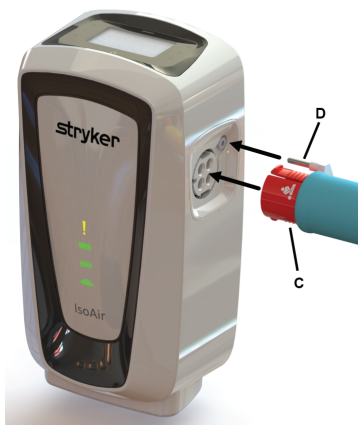

Figure 17 – Connecter le connecteur RCP et le câble AST
1. Connecter le connecteur RCP à la pompe (C) (Figure 17).
2. Brancher le câble AST (D) (Figure 17).